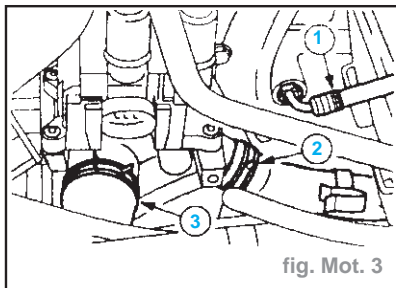

fig. Mot. 3
- Débrancher les durits de refroidissement et de chauffage : (fig. Mot. 3)
- le flexible de dégazage du liquide de refroidissement (1),
- la durit de chauffage (2),
- la durit de refroidissement (3).